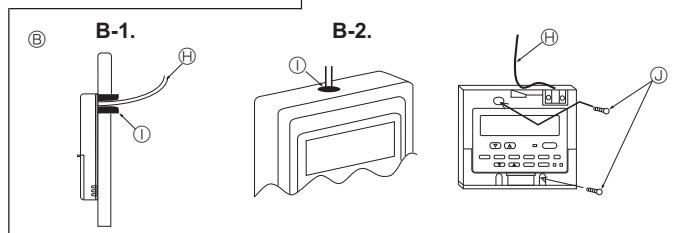

Fig. 6-3
(2) Замажьте сервисный вход в пульт дистанционного управления замазкой для предотвращения попадания капель росы, воды, а также тараканов или червей. (Fig. 6-3)
[Fig. 6-3]